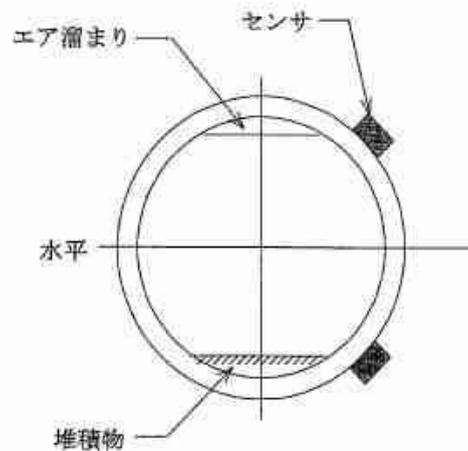

図 1. 2. 5-1 センサの取付け位置
- ・測定管の上側にあるエア溜まりや下側にある堆積物を避けた位置を選んでください(図 1. 2. 5-1)。フランジ又は溶接部といった接合部を避け、極力外面の平滑なところを選んでください(図 1. 2. 5-2)。